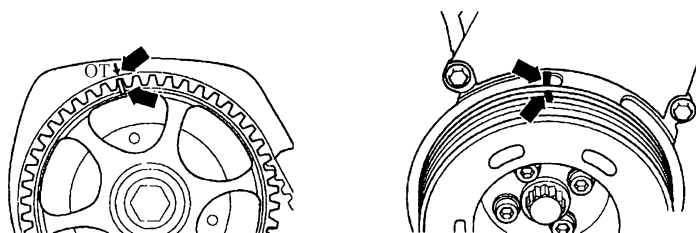
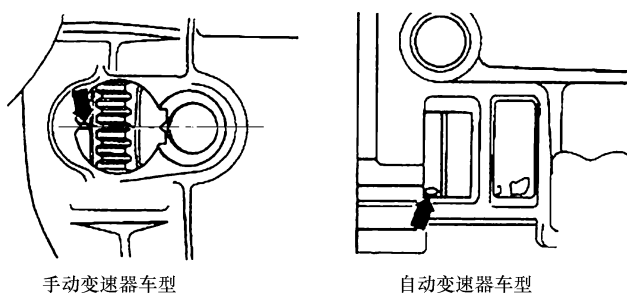

图 2-13 对齐凸轮轴和曲轴正时标记
图 2-14 变速驱动桥上的上止点标记
4) 对齐上止点标记（变速驱动桥上的上止点标记见图 2-14）。
5) 拆卸正时带上护罩。确认凸轮轴链轮正时标记对后罩上的标记对齐（图 2-13）。
1) 确保正时标记均对齐, 参见图 2-13 和图 2-14。